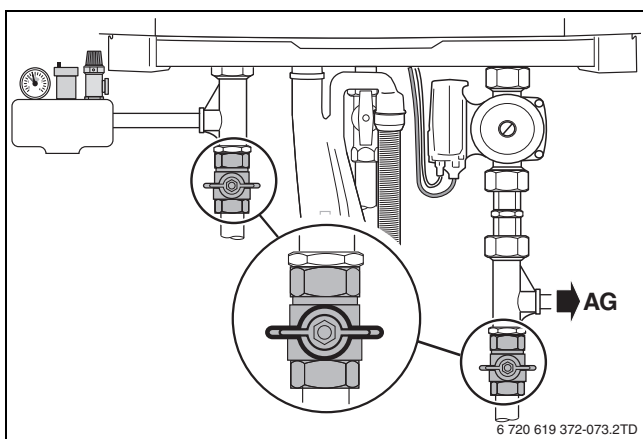

Bild 82 Wartungshähne schließen (hier: Position „geschlossen“)
- Wartungshähne schließen (→ Bild 82).